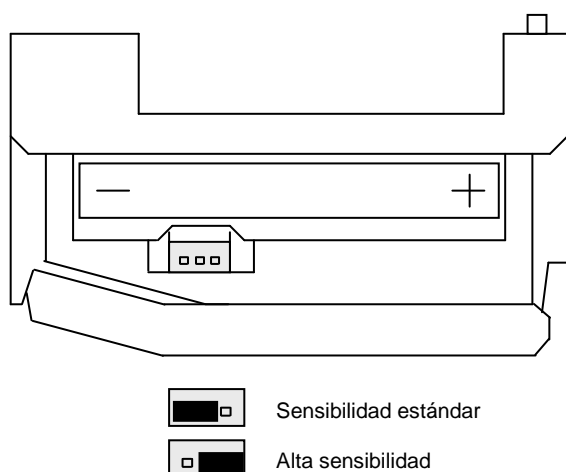

Figura 11
3. De fábrica el detector está ajustado a sensibilidad estándar. Para cambiar a alta sensibilidad, quite el puente y colóquelo entre los pines del centro y la derecha (figura 11).